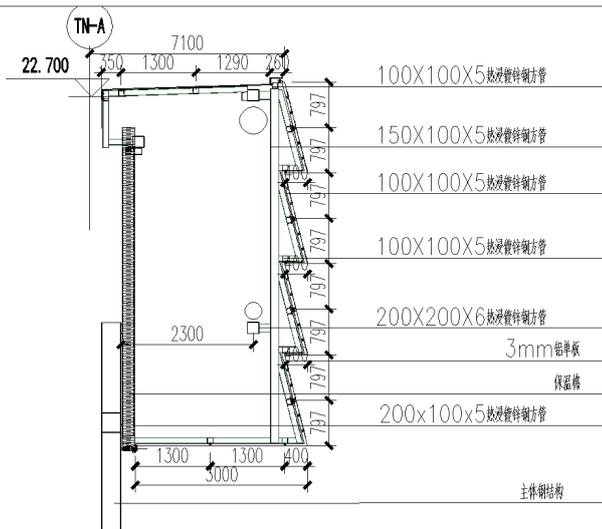

图3-1 造型铝板剖面图
(1) 经过多次协商讨论,在保证达到装饰效果的前提下,对铝板分格尺寸、铝板装饰线条、铝板钢骨架进行了优化设计,确定了倒7字型钢骨架造型,通过骨架造型保证铝板造型、竖通横断的装饰线条,U型铝板底座上安装铝板。(如图3-1)